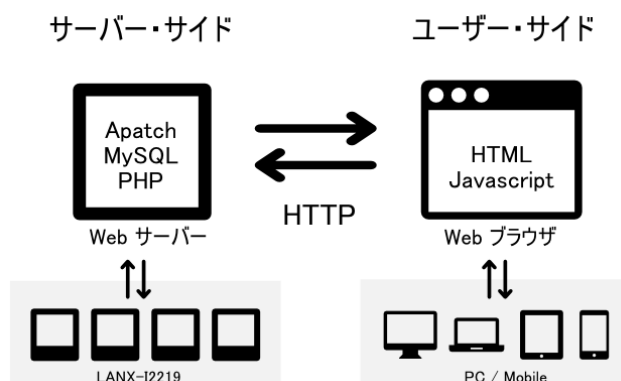

図 3 接続概念図
- WEBブラウザからデバイスの制御を行う際にサーバーを経由するため、多対多通信を実現することが可能(図 3)